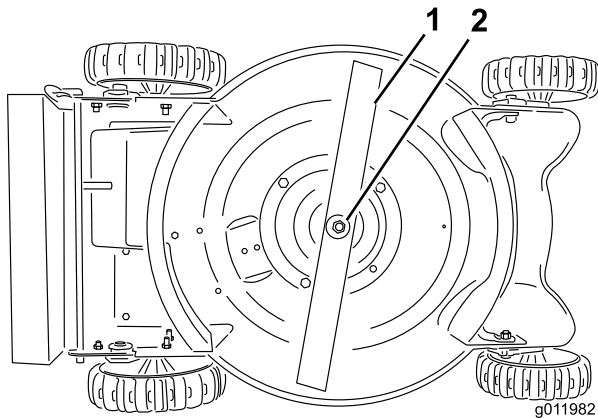

Figura 14
4. Retire la cuchilla girando el perno de la cuchilla en el sentido contrario a las agujas del reloj (Figura 14).